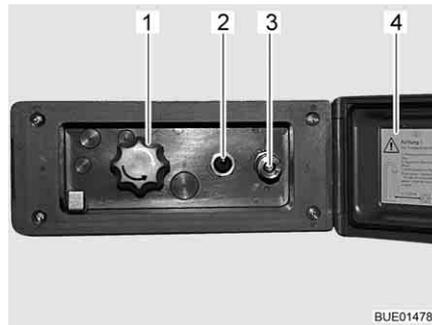

Fig. 107 Raccordo doccia esterno
- Sganciare ed aprire il coperchio (Fig. 107,4).
- Collegare il tubo flessibile della doccia esterna alla chiusura rapida (Fig. 107,3).
- Accendere la pompa dell'acqua con l'interruttore (Fig. 107,2).
- Regolare la temperatura dell'acqua ai gradi desiderati mediante la manopola (Fig. 107,1).
- Spegner la pompa dell'acqua con l'interruttore (Fig. 107,2).
- Chiudere il coperchio (Fig. 107,4) e bloccarlo con la chiave.
- Ruotare la manopola (Fig. 107,1) sulla posizione centrale.